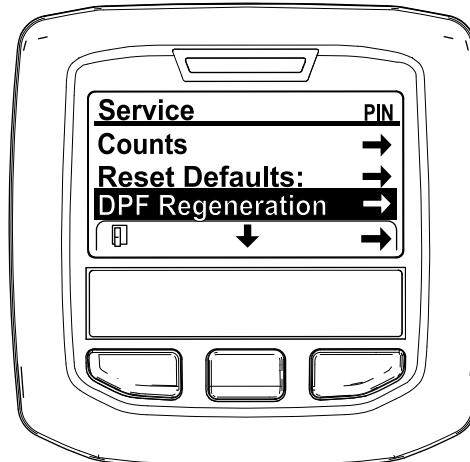

Figura 44
- No MENU DE MANUTENÇÃO, prima o botão do meio até surgirem as opções de REGENERAÇÃO DO DPF e prima o botão direito para selecionar a opção de REGENERAÇÃO DO DPF (Figura 44).